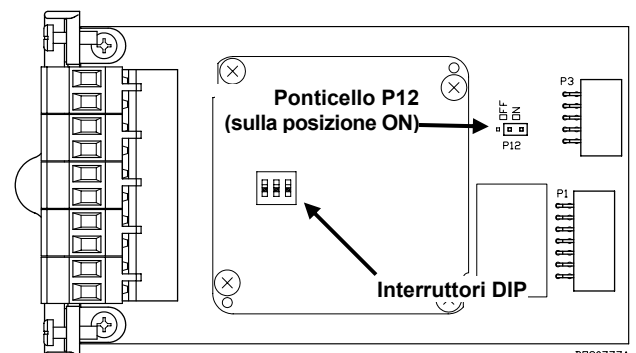

Figura 7. Ponticello P12 sul modulo H1 PWR
5. Posizionare il modulo come indicato nella Figura 7.